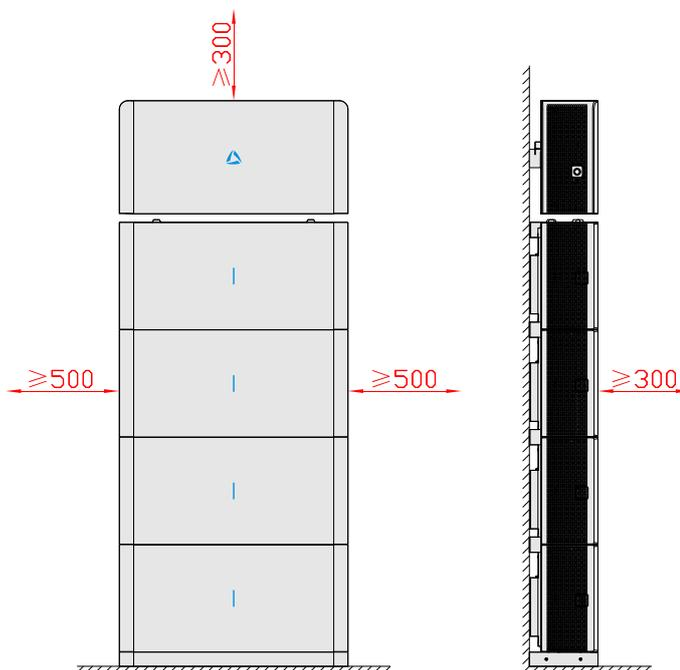

Figura 3-3 Spazio d'installazione (unità in mm)
Mantenere una distanza di almeno 500 mm dal lato destro e sinistro del dispositivo agli altri oggetti, mantenere una distanza di almeno 300 mm dalla parte superiore del dispositivo al soffitto e almeno 300 mm dalla parte anteriore del dispositivo a altri oggetti, raccomandabile per la dispersione del calore o la manutenzione, come illustrato in Figura 3-3.
- Se i pacchi batterie sono installati in 2 pile, lo spazio di installazione tra i due pacchi batterie deve essere conforme ai requisiti riportati in Figura 3-3.